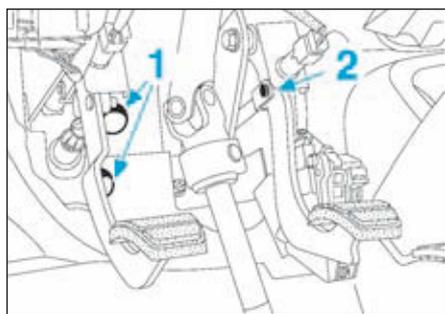

FIG.14
- Déposer, depuis l'habitacle, les agrafes de maintien (1) de l'insonorisant (Fig.14).